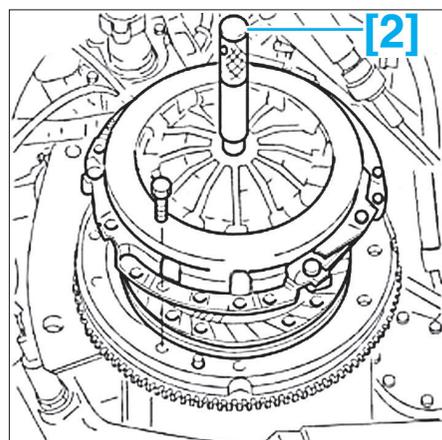

FIG. 2
- Positionner le disque sur le volant à l'aide de l'outil [2] de diamètre approprié (Fig.2).